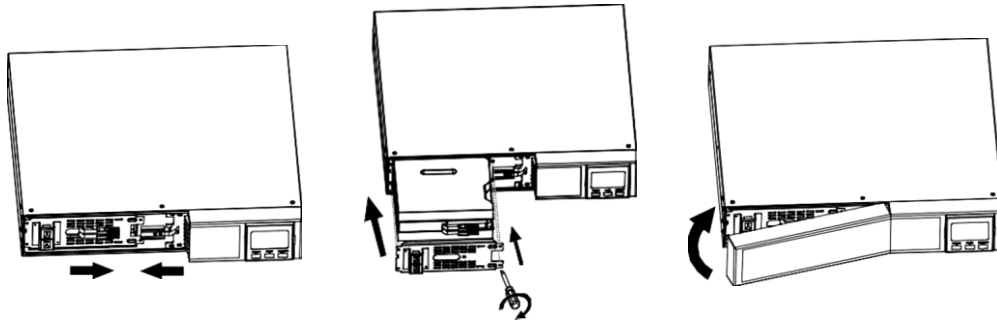

Рисунок 19 – Последовательность установки контейнера с батареей в корпус ИБП
- установить на место в ИБП контейнер с батареей (рисунок 19);